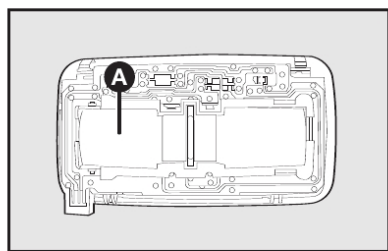

fig. 32
3) puxar para cima a tampa **A-fig. 32** interna, para acesso às lâmpadas;